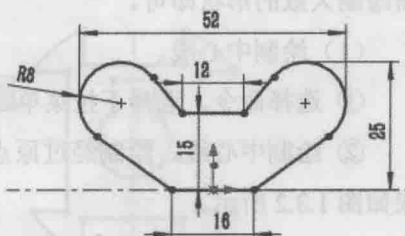

图 1.3.6 添加尺寸
Step5. 添加尺寸。选择下拉菜单 **工具(T)** → **标注尺寸(S)** → **智能尺寸(S)** 命令, 添加图 1.3.6 所示的尺寸 (注: 添加图 1.3.6 所示的尺寸 52、25 时需按住 Shift 键选择圆弧)。